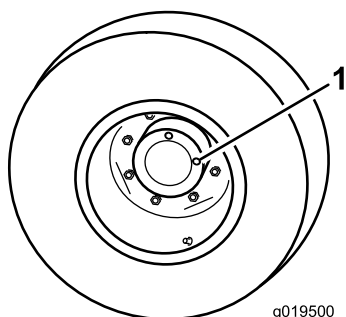

Figura 14
1. Com a máquina numa superfície plana, posicione a roda de forma a que 1 tampão de verificação fique na posição das 12 horas e o outro na das 3 horas (Figura 14).
2. Retire o tampão da posição das 3 horas (Figura 14).